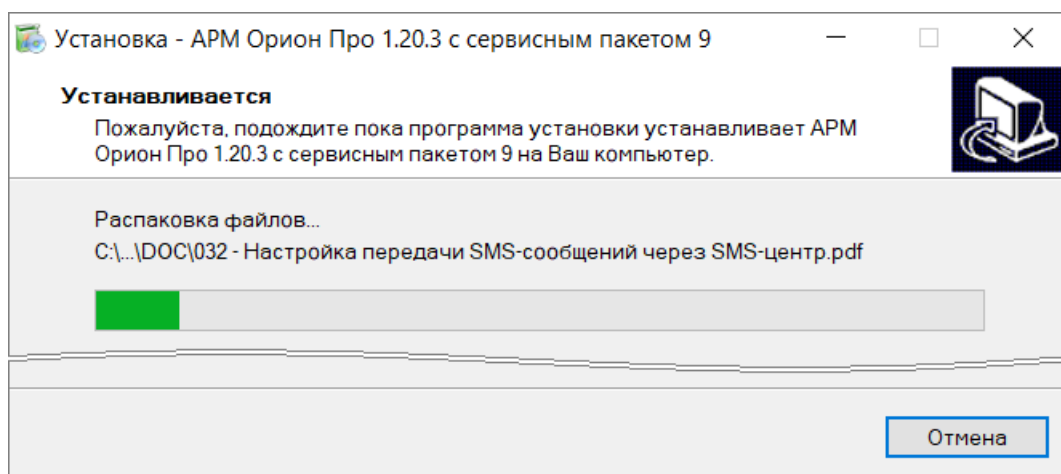

Рисунок 2-13 Процесс установки ПО
- 11) В процессе установки ПО будут устанавливаться выбранные компоненты и необходимые для их работы файлы и утилиты. Ожидайте завершения процесса установки ПО, при этом не осуществляйте никаких действий (см. Рисунок 2-13);